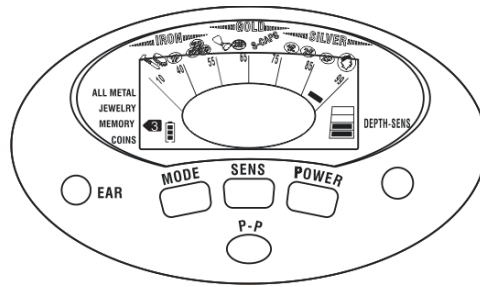

Fig.13
b) Imaginez que vous voulez chercher la pièce de cuivre 2P, mais souhaitez éliminer tous les autres métaux. Vous pouvez effectuer l'opération suivante: Veuillez balayer la pièce de cuivre 2P à environ 7-10 cm au-dessus de la bobine de recherche une fois et le curseur d'identification cible sur lequel la pièce 2P correspond est encore allumée, mais tous les autres curseurs d'identification disparaîtront tous. (Voir la figure 13)